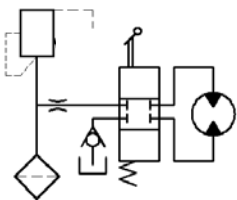
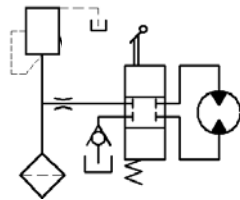
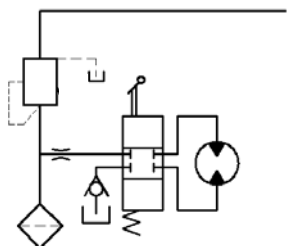

图 17.8.38 绘制直线(九)
图 17.8.39 绘制直线(十)
图 17.8.40 绘制直线 (十一)
(2) 绘制图 17.8.38 所示的直线。
- ① 切换图层。在“图层”工具栏中选择“虚线层”图层。
- ② 选择下拉菜单 **绘图(D)** → **直线(L)** 命令，结合对象捕捉，以矩形左边线的中点为起点，向左移动光标，在命令行中输入数值 9，再向下移动光标；在命令行中输入数值 23，向右移动光标并捕捉矩形左边线使之正交并单击，再选取矩形下边中点为直线的端点，按 Enter 键结束操作。
③ 按 Enter 键以重复“直线”命令，选择矩形右上角点为起点绘制长度值为 24 的水平直线与长度值为 11 的垂直直线。
(3) 绘制图 17.8.39 所示的直线。
- ① 切换图层。在“图层”工具栏中选择“轮廓线层”图层。
- ② 用 **绘图(D)** → **直线(L)** 命令，绘制长度值为 9 的水平直线，再捕捉其端点绘制两条长度值为 6 的垂直直线。
(4) 按 Enter 键以重复“直线”命令，绘制图 17.8.40 所示的垂直直线与水平直线，长度值分别为 29 和 149。